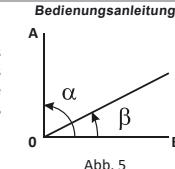

Abb. 5
- Richten Sie das Fernrohr auf das Ziel A aus und lesen Sie den Winkel  $\alpha$  ab. Richten Sie das Fernrohr jetzt auf das Ziel B aus und lesen Sie den Winkel  $\beta$  ab. Der Winkel zwischen A und B beträgt  $\alpha - \beta$  (Abb.5).